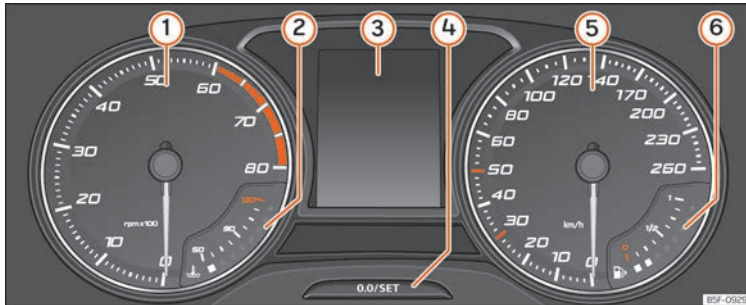

Abb. 126 Display des Kombi-Instruments in der Instrumententafel.
»» **Abb. 126:**
- Drücken Sie kurz die Taste  »» **Abb. 126** , um den Tageskilometerzähler auf 0 zurück zu setzen.